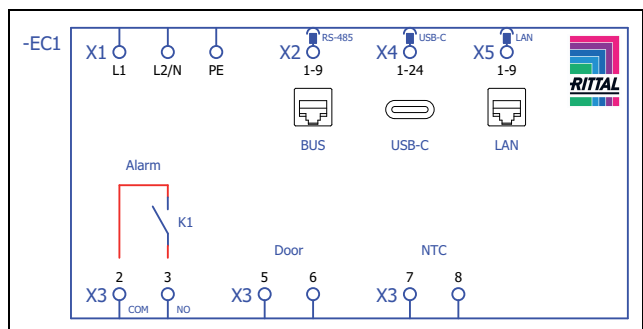
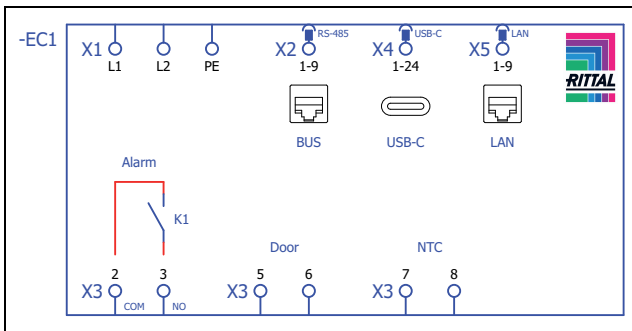

Imagen 45: Esquema de conexiones SK 3478800, SK 3478801, SK 3479800, SK 3479801, SK 3480800, SK 3484800
Imagen 46: Esquema de conexiones SK 3484840
- Utiliza el conector de red de la bolsa de accesorios y realiza la alimentación a red según el esquema de conexión correspondiente (imagen 45 o imagen 46).